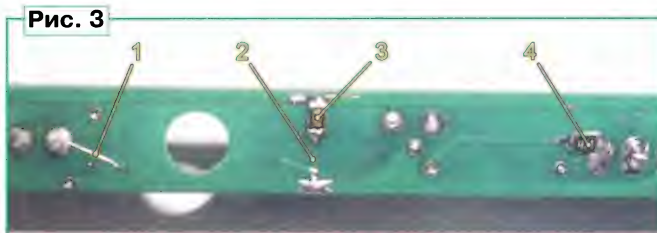

Рис. 3
Разорвите соединение контактной площадкой, предназначенной для катода светодиода, и печатного проводника, соединяющего сток полевого транзистора с нагревателем. После этого можно впаять светодиод обратно, соблюдая полярность. Соедините проводочной перемычкой вывод катода светодиода с выводом 5 микросхемы DD1. Для этого в центре контактной площадки удалённого конденсатора C1, соединённой тонким печатным проводником с контактной площадкой для вывода 5 микросхемы, надо просверлить отверстие диаметром 0,6 мм. Вставьте в это отверстие и припаяйте к контактной площадке отрезок лужёного провода и соедините его на обратной стороне платы с выводом катода светодиода, как показано на рис. 3 (1).
верстие под микросхемой была соединена с общим проводом на обратной стороне платы. Разорвите это соединение, разрезав и удалив печатный проводник, как показано на рис. 3 (2).